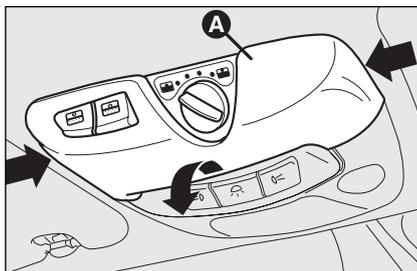

fig. 82
- enlever le plafonnier avant **A-fig. 82** en appuyant latéralement sur les deux côtés de la préforme en plastique comme indiqué par les flèches;